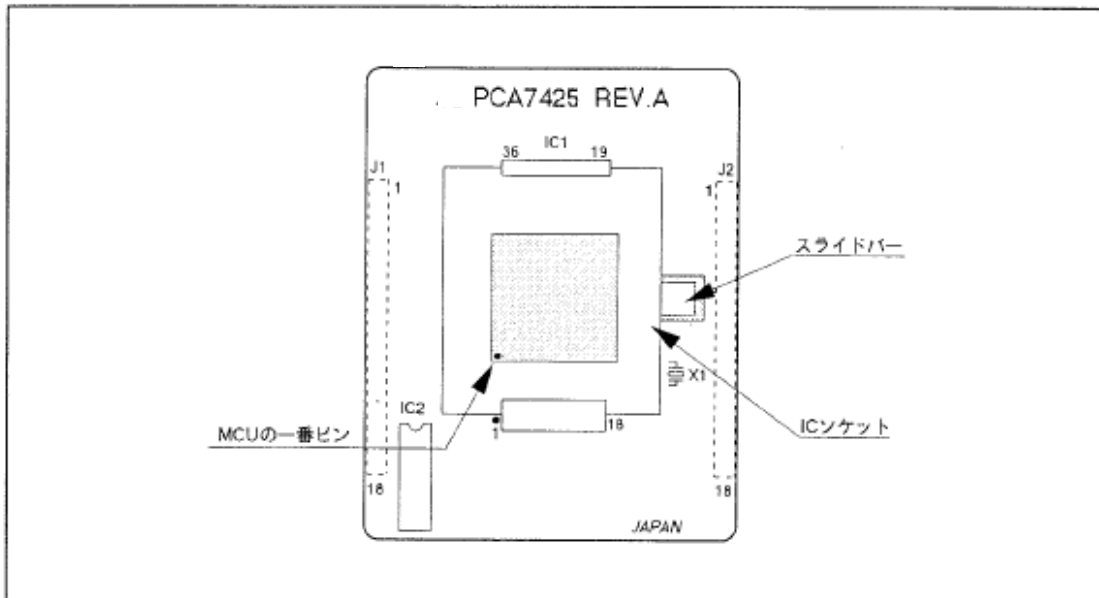

図4.2 MCUのセット方法
- (1) 図4.2に示すように、ICソケット中央部のスライドバーを右側(シルクの上)にセットします。
- (2) 図4.2に示すように、PCA7425上のICソケットの1番ピンに、MCUの1番ピンを合わせて装着します。